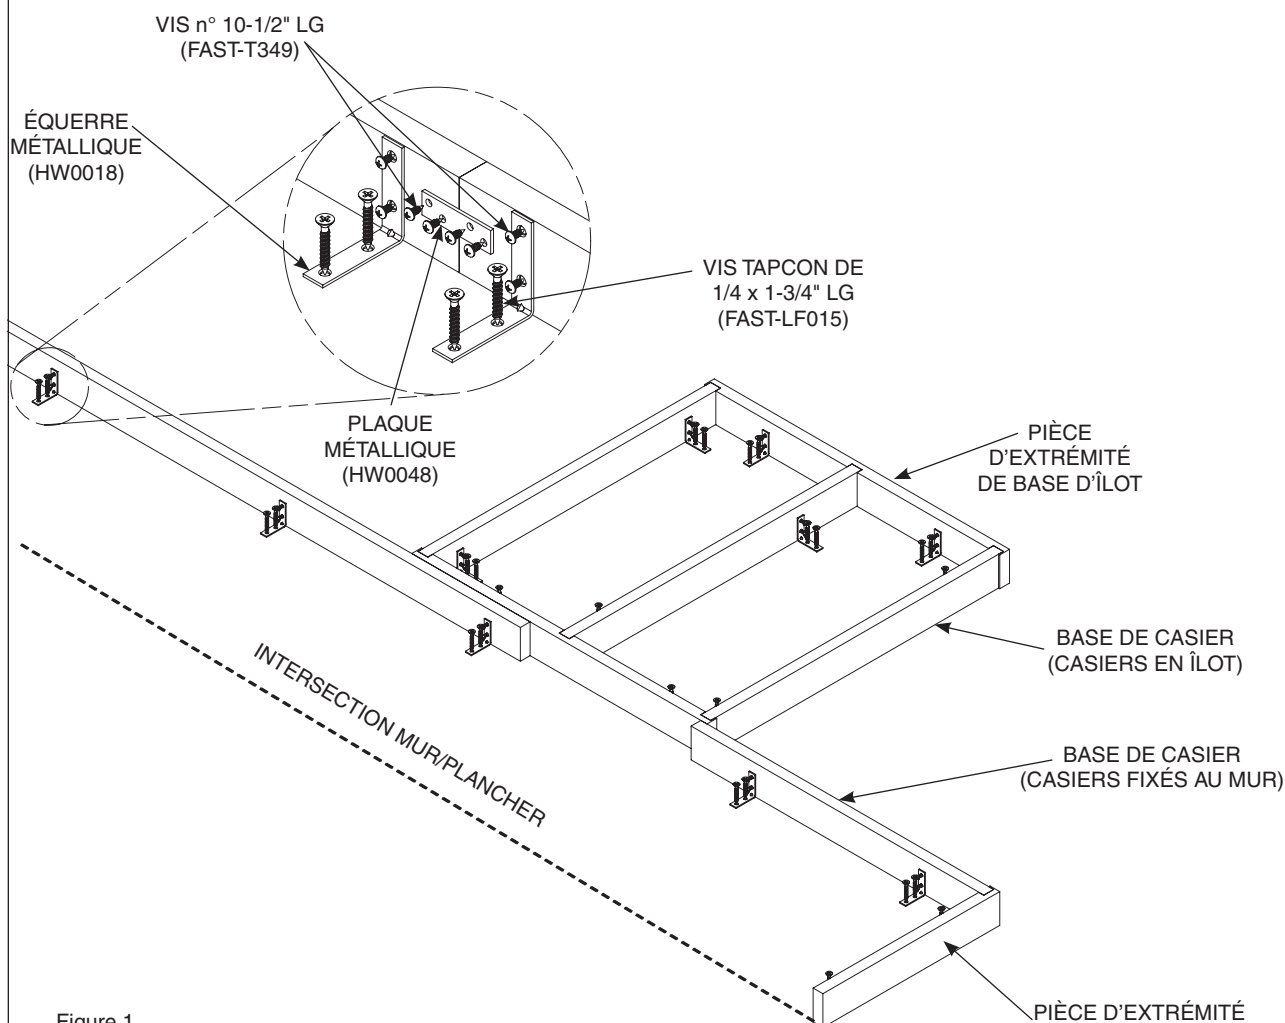

Figure 1
2. Placer les éléments de base conformément au plan de soumission. Les bouts des éléments de base passent dans les rainures des pièces d'extrémité (voir Figure 1). Mettre les éléments et pièces d'extrémité d'équerre et d'aplomb en utilisant des cales d'épaisseur s'il y a lieu. Si des cales sont utilisées, les placer sous les équerres de fixation perpendiculairement à l'équerre.
3. Pour les longues rangées de casiers, il peut être nécessaire de raccorder des éléments de base l'un à l'autre. Percer des avant-trous de 1/16 po et 1/2 po de profondeur pour les vis n° 10 x 1/2 po de fixation des équerres et plaques métalliques à la base. Utiliser la plaque métallique et des vis n° 10 x 1/2 po fournies pour raccorder les éléments (voir Figure 1).
4. À l'aide de la visserie de fixation fournie qui convient, ancrer les éléments de la base au plancher. Utiliser un foret à maçonnerie de 3/16 po pour les vis Tapcon de 1/4 po x 1-3/4 po (voir encart, Figure 1).